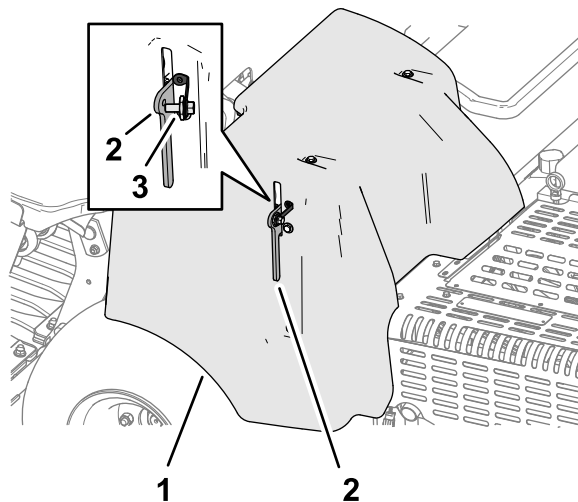

Figure 130
1. Si la machine est équipée de la sangle de sécurité sur le verrou du protège-courroies (conformité CE), desserrez le boulon de la sangle jusqu'à ce qu'il se sépare du verrou du protège-courroies (Figure 130).